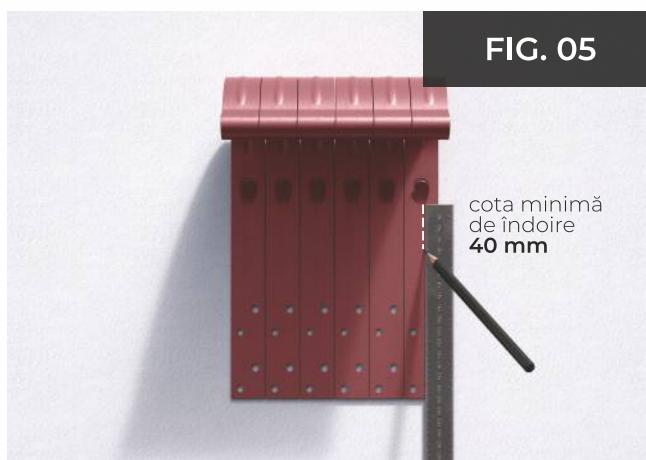

FIG. 05
- trasarea se face tinând cont de cota minimă de îndoire a cârligelor - 40 mm (aceasta este lungimea dispozitivului cu care se vor îndoi cârligele (FIG. 05)), se trasează o linie perpendiculară pe toate cârligele aliniate (FIG. 06).